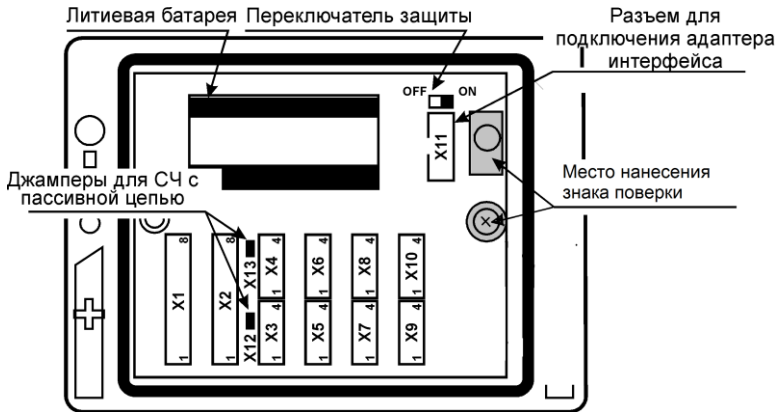

Рисунок 5.3 – Внешний вид модуля
Экраны кабелей должны быть электрически соединены между собой (только в одной точке) и с контактами Х3:1 и Х4:1 (рис. 5.3).
1. Джемперы X12 и/или X13 (рис. 5.3) должны быть установлены;
1. Дамперы X12 и/или X13 (рис. 5.3) должны быть сняты;
Для защиты от несанкционированного вмешательства в работу вычислителя переключатель защиты (рисунок 5.3) переводят в левое положение OFF. При этом попытки изменения настроечных параметров (кроме параметров группы **Интерф.** и параметров **RO**, **N2**, **CO2** и **Р6** группы **Общие**) игнорируются, а на табло индицируется сообщение **ЗЩ!**.